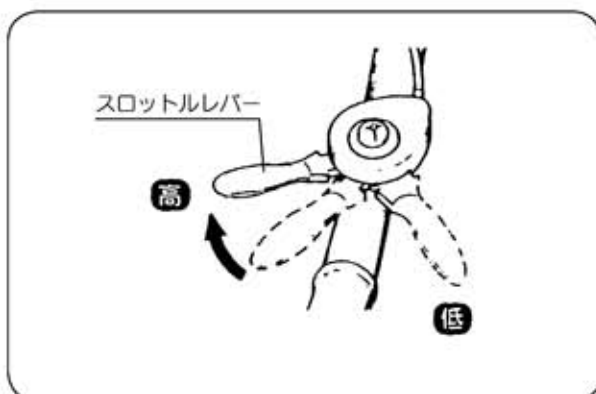

図12
②スロットルレバーをゆっくり「低→高」の位置にします。(図12)